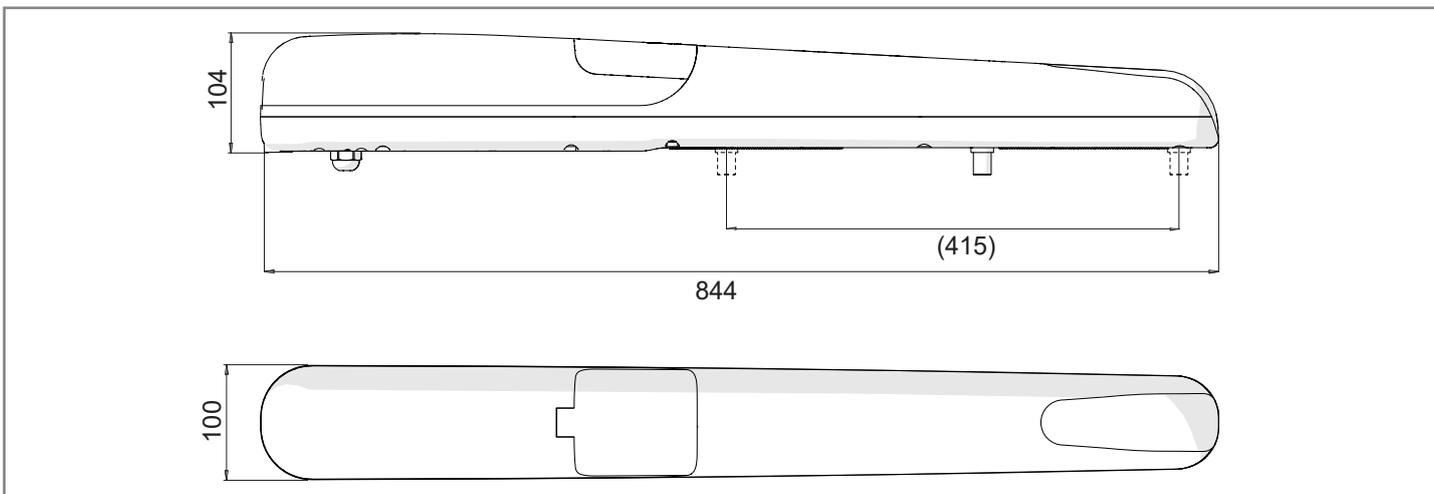

Fig. 2 IT - Limiti di impiego
- Bei Beschädigungen oder Stromausfall: Während Sie auf den Installateur oder die Stromrückkehr warten und die Anlage verfügt über keine Pufferbatterie, kann die Automation wie jede andere nicht automatisierte Öffnung arbeiten. Hierfür muss sie von Hand entriegelt werden (Abb.2).
Entriegelung und manuelle Bewegung: vor diesem Eingriff darauf achten, dass die Entriegelung nur bei stillstehendem Flügel erfolgen kann (Abb.2).